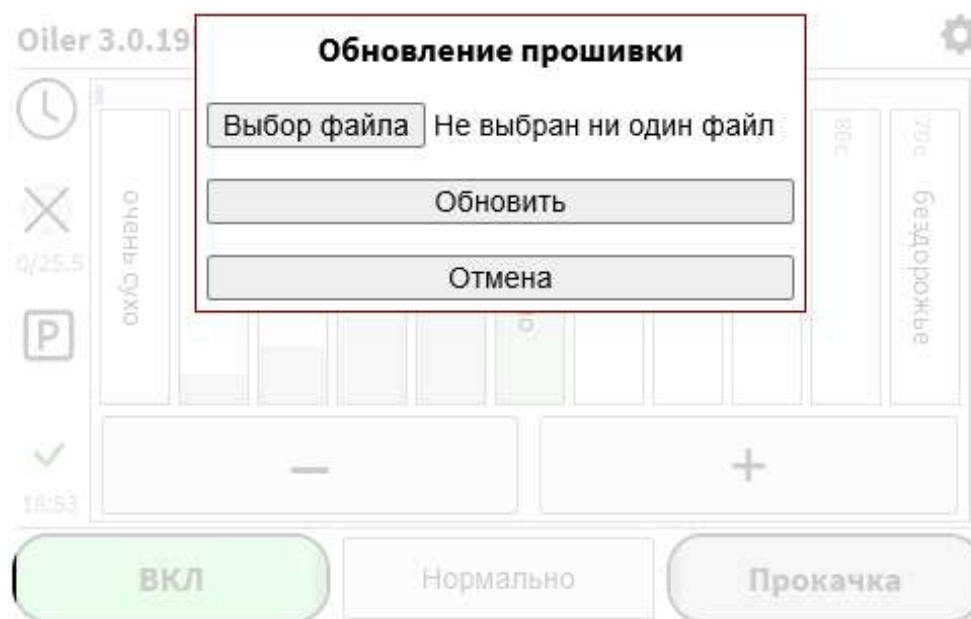

Рисунок 10. Интерфейс обновления прошивки
11) Кнопка «*Сбросить по умолчанию*» — сбрасывает все настройки до заводских в том числе логин и пароль. После сброса необходимо заново внести ваш логин и пароль в поле (1) и (2) и сохранить их кнопкой «Сохранить и перезапустить».
- Откроется новое окно (рисунок 10), нажмите кнопку «*Выбор файла*»;